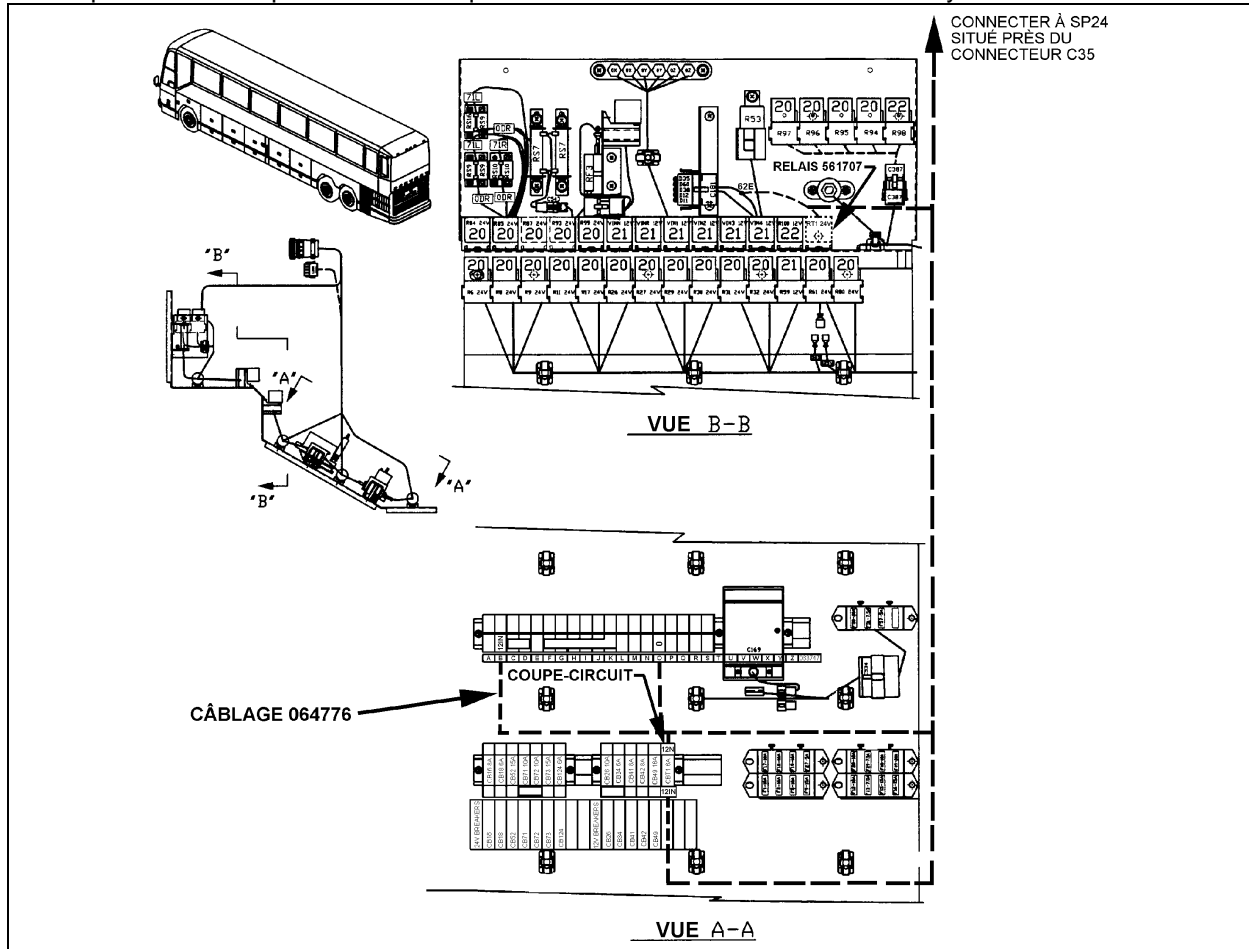

FIGURE 3 : BOÎTE DE JONCTION DU COMPARTIMENT ÉLECTRIQUE ARRIÈRE
- Ouvrir la porte du compartiment électrique arrière, sur le panneau inférieur de la boîte de jonction arrière, déserrer le bloc de fixation des coupe-circuits de 12 volts et installer le coupe-circuit CBT1 (Prévost #561790). Réinstaller le bloc de fixation (voir figure 3).
- Utiliser le câblage de relais (Prévost #064776) et fixer les cosses à fourche 12N et 12IN sur les bornes du coupe-circuit et les cosses 12IN et 0 sur les bornes B et O respectivement. Acheminer le câblage tel que montré à la figure 3. Fixer à l'aide d'attaches de nylon.